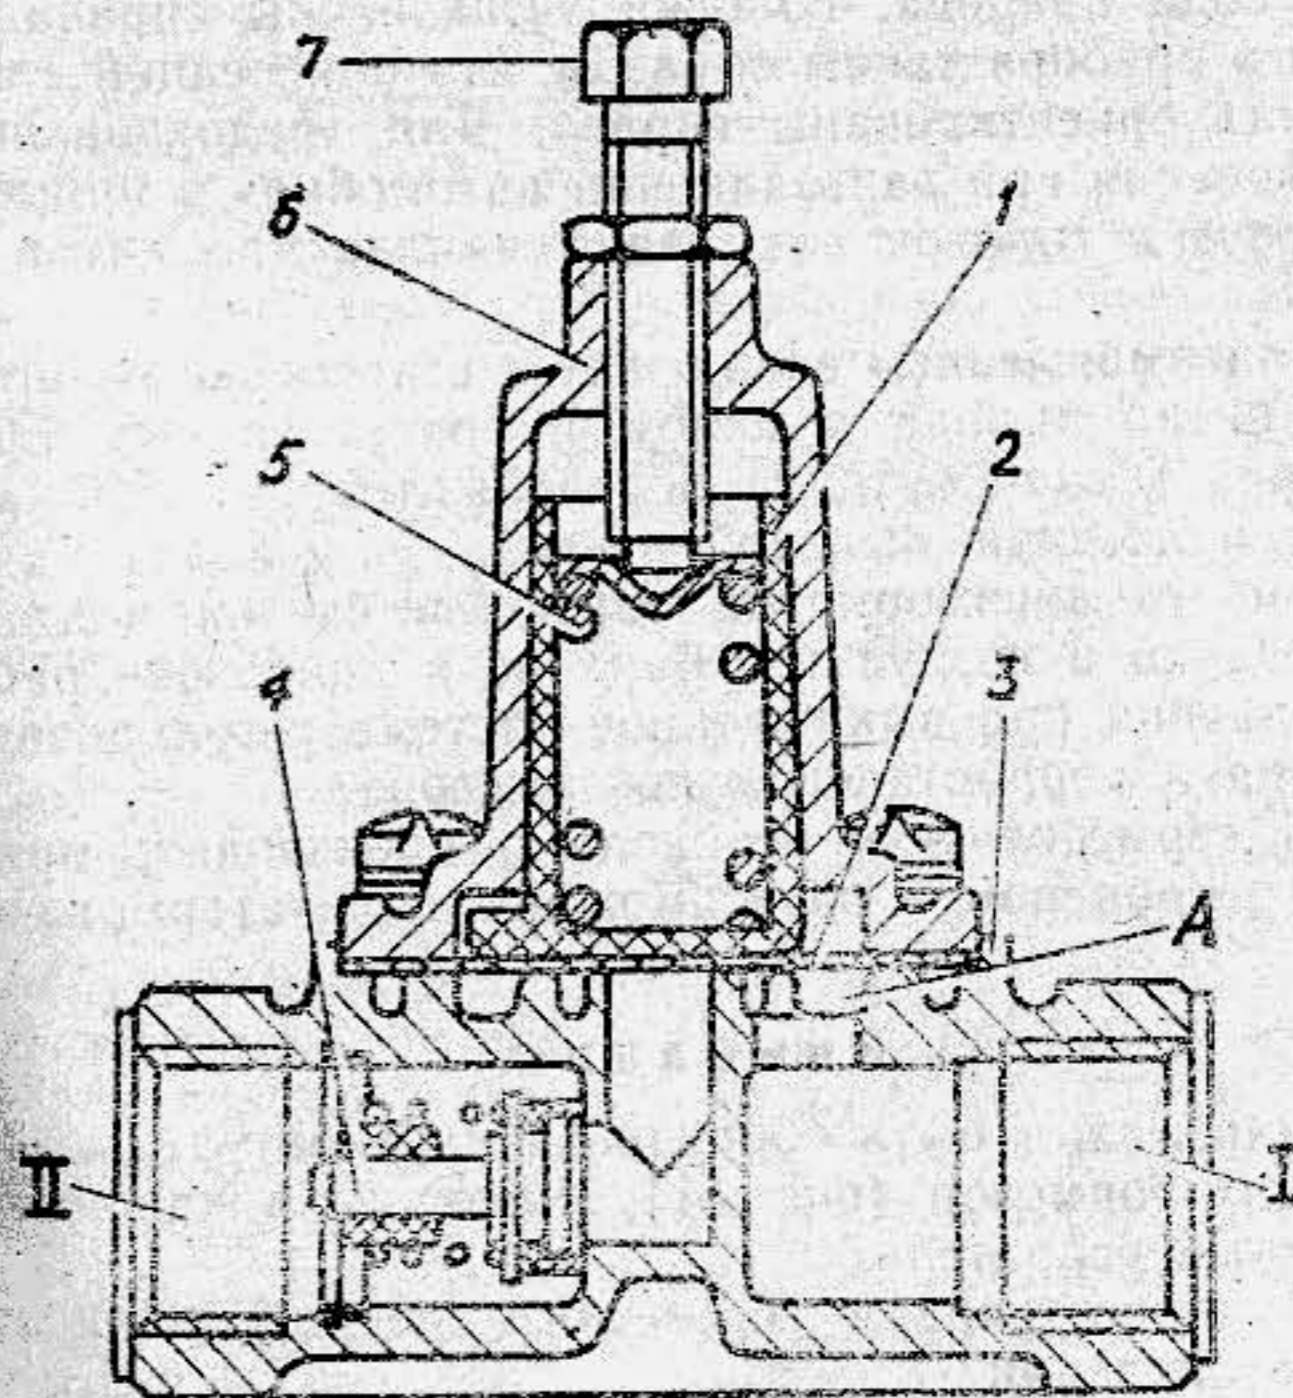

Рис. 50. Одинарный защитный клапан:
**Одинарный защитный клапан** (рис. 50) предназначен для сохранения давления сжатого воздуха в воздушном баллоне в пределах 500—550 кПа (5—5,5 кгс/см2) в случае отбора воздуха в систему регулирования давления в шинах.